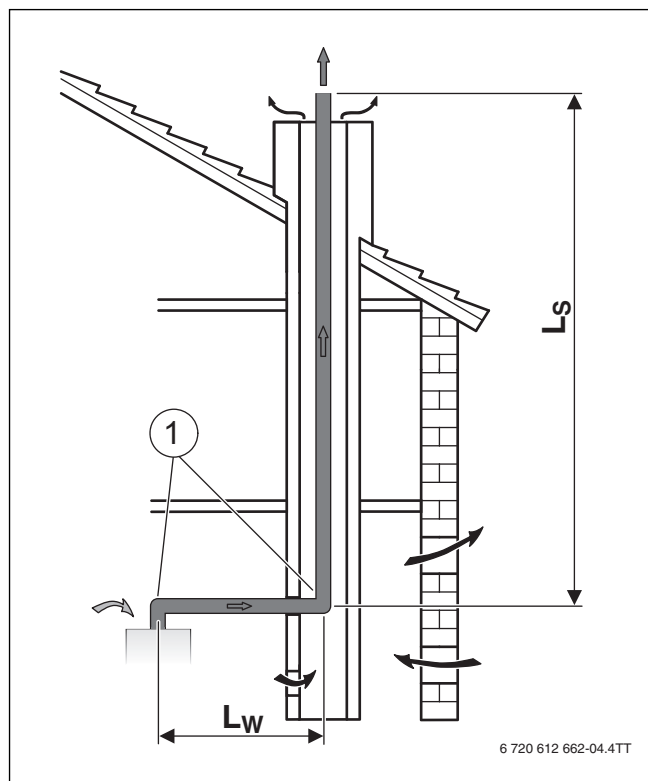

Fig. 8 Evacuation des fumées dans le conduit selon B₂₃
- Si les fumées sont évacuées dans un conduit ventilé (→ fig. 8, 9, 10, 11 et 13), le nettoyage n'est pas nécessaire.